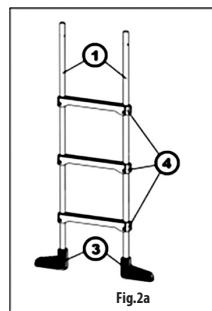

Fig. 2a
Tryck fast samtliga plaststeg (4) mot de båda benen (**Fig. 2a**). Se till att alla steg är riktade åt rätt håll. Flytta steg så att skruvhålen passar in med hålen på ben. Sätt muttern (7) i spår (**Fig. 2b**) underifrån på stegen och skruv ihop steg med skruvar (6) (**Fig. 2c**).